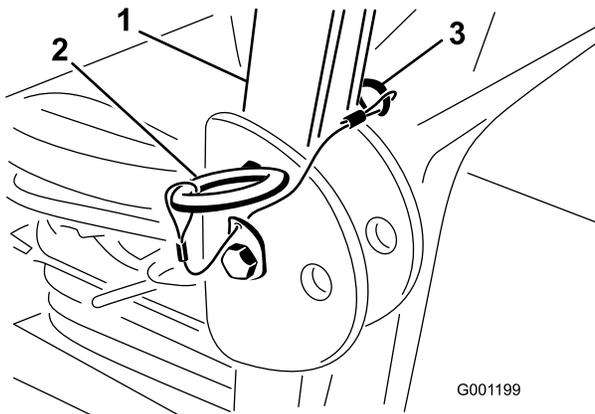

Figura 30
1. Per abbassare il roll bar rimuovete le coppiglie e le 2 spine (Figura 30).
3. Montate le 2 spine e fissatele con le coppiglie (Figura 30).
4. Per alzare il roll bar rimuovete le coppiglie e le 2 spine (Figura 30).
5. Alzate completamente il roll bar, montate le 2 spine, quindi fissatele con le coppiglie (Figura 30).